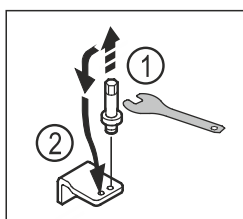

Fig. 21
- Keerake alumise laagripuki polt väliskuuskantvõtmega VM5 välja. Fig. 21 (1)
- Pange polt vastasküljel sisse. Fig. 21 (2)